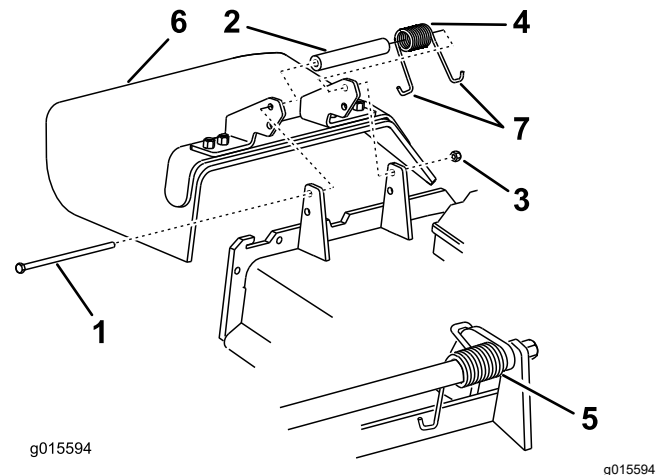

Figura 112
1. Retire la contratuerca, el perno, el muelle y el espaciador que sujetan el deflector a los soportes de pivote (Figura 112).
2. Retire el deflector de hierba dañado o desgastado (Figura 112).
Nota: Asegúrese de colocar un extremo con gancho en J del muelle detrás del reborde de la carcasa antes de instalar el perno, según se muestra en Figura 112.
6. Coloque 1 extremo en J del muelle alrededor del deflector de hierba (Figura 112).